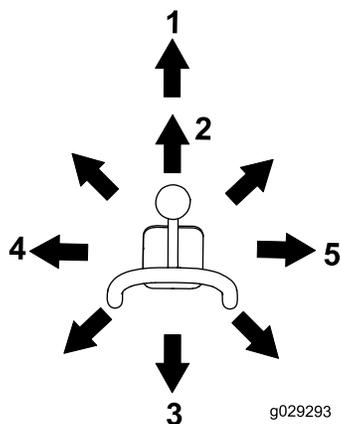

図 10
- アタッチメントを前に傾けるときは、レバーをゆっくり右に動かします 図 10。
- アタッチメントを後に傾けるときは、レバーをゆっくり左に動かします 図 10。
- ローダーアームを下げるときは、レバーをゆっくり前に押します 図 10。
- ローダーアームを上げるときは、レバーをゆっくり後に押します 図 10。
- ローダーアームをフロート位置ディテントまで下げるときは、レバーを一番前まで押します 図 10。